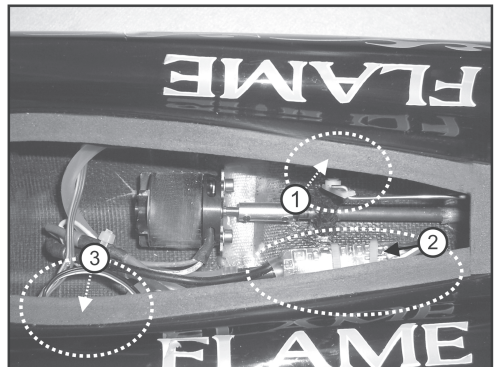

Bild 2
- In Bild 2 sehen Sie das Lenkservo (1) und den Fahrtregler (2) sowie einen möglichen Einbauport für den Empfänger (3).